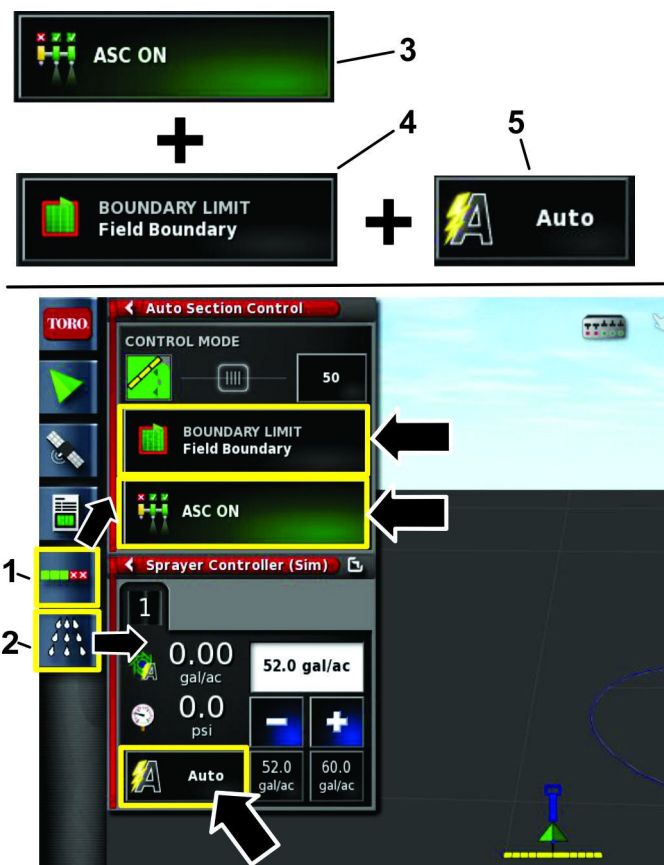

図 22
- 自動選択コントロール構成アイコンASC アイコンとスプレーヤーコントローラアイコンを選択してそれぞれの画面を開く図 22。
- ASC アイコンをON位置にし、境界リミットをフィールド境界 位置にし、レートコントロールをAUTO位置にする図 22。